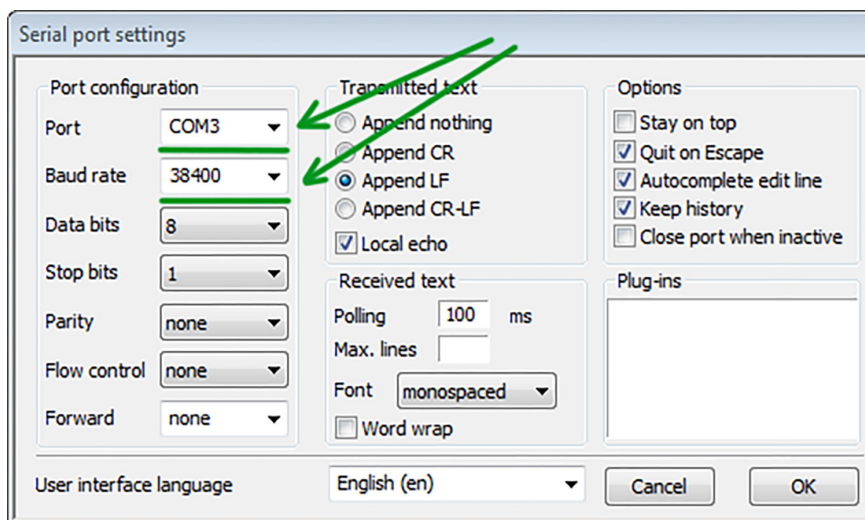

Рис. 4.11. Настройки порта
3. Выберите нужный COM-порт. Если их несколько, придется попробовать каждый, пока не будет найден нужный. Установите скорость передачи на 38400 (рис. 4.11).